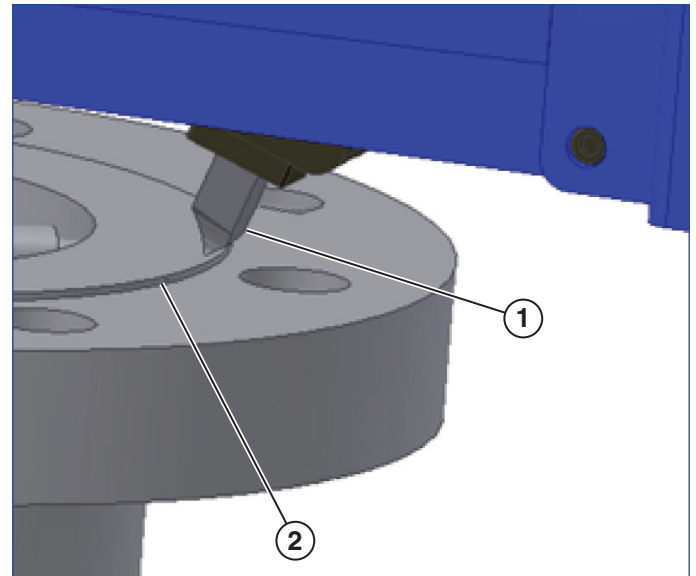

Figuur 12
3. Plaats een ratelsleutel in het uiteinde van de voedingsspindel. Gebruik de snijdiepte-instelknop en de ratelsleutel om de beitelpunt iets boven het flensvlak te positioneren (zie figuur 12).